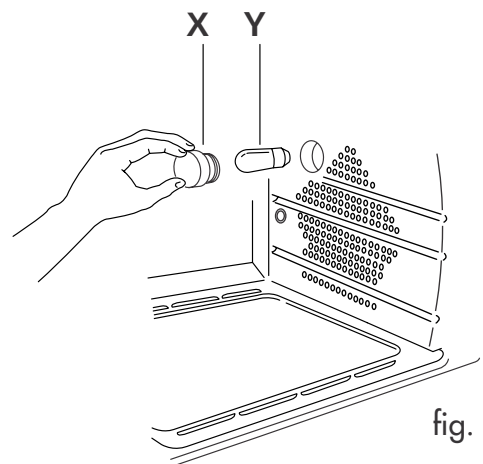

fig. 12
het beschermglasje (X) in tegenwijzerzin losdraaien en de lamp (Y) vervangen door een lamp van hetzelfde type (zie fig. 12). Vervolgens het beschermglasje weer vastdraaien (X). Gebruik alleen lampen voor oven (T300°C)